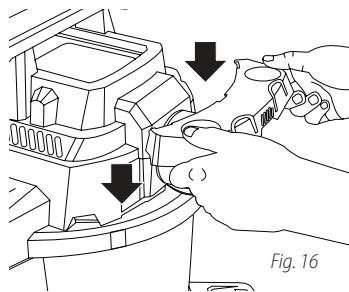

Fig. 16
38. *Tomar el sujetador de herramientas 18 y deslizarlo sobre las muescas que se encuentran en la parte posterior del depósito. Fig. 16.*